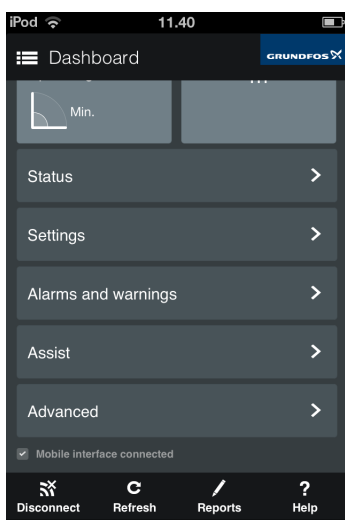

Рис. 36 Расширенные настройки
7. Прокрутите меню вниз до элемента [Advanced] (расширенные настройки). См. рис. 36.